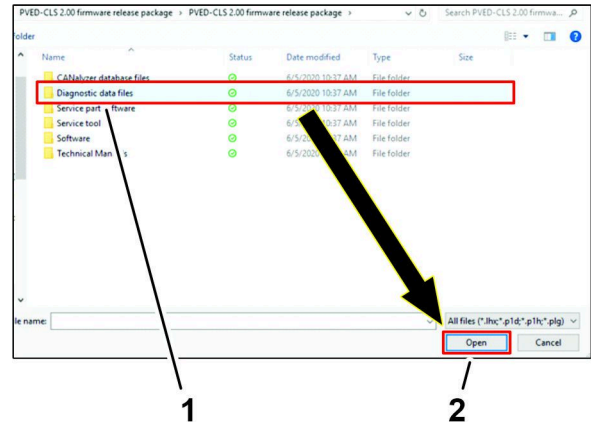

Figure 50
4. Cliquez sur le dossier Diagnostic data files, puis cliquez sur l'icône OUVRIR (Figure 50).